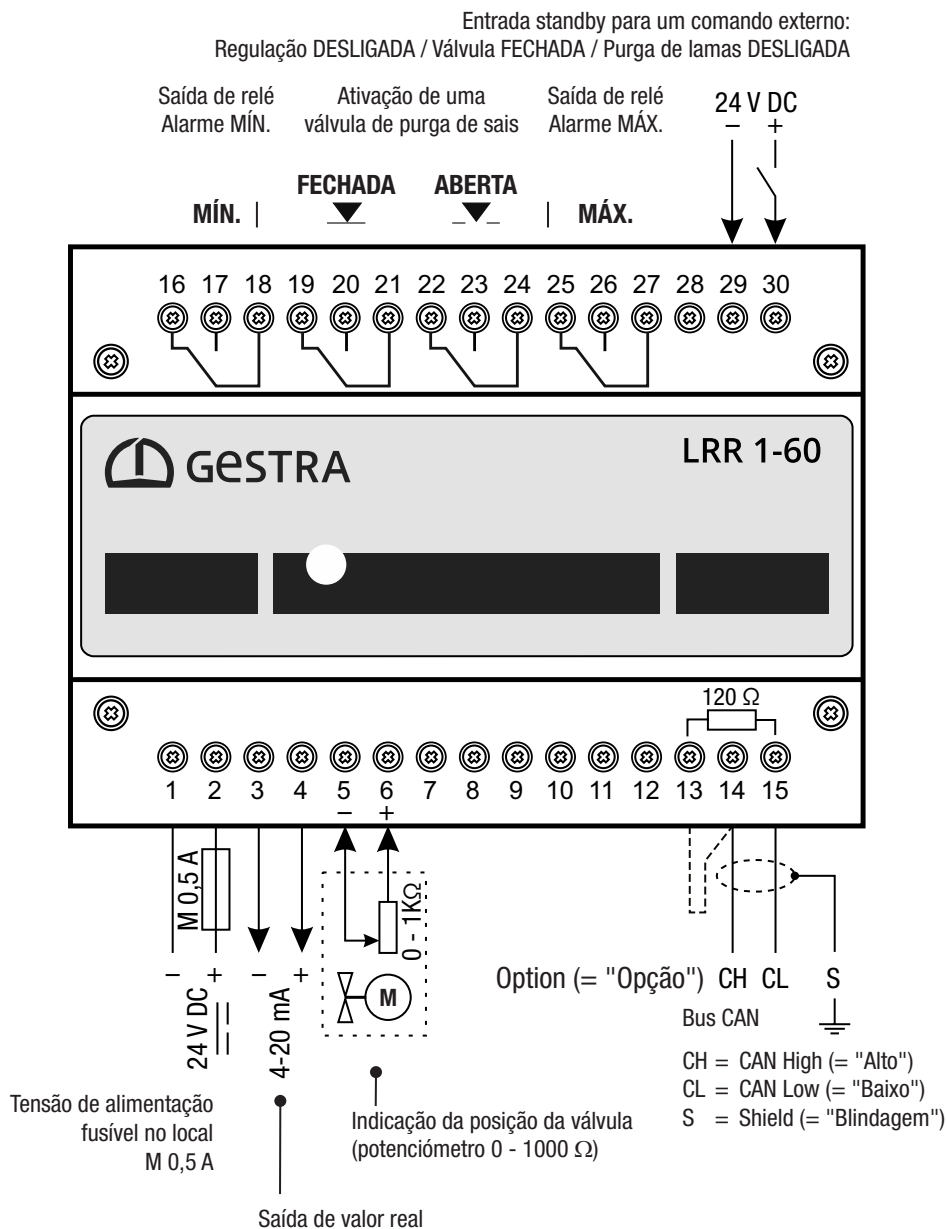

Fig. 6
- Ligar o controlador de condutividade e todos os componentes correspondentes de acordo com o esquema elétrico Fig. 6 no presente manual.
- Ligar as saídas de acordo com o esquema elétrico Fig. 6.